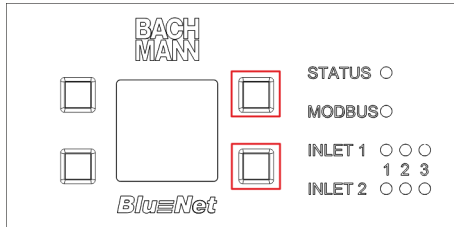

Fig. 83: Pantalla con botones de mando
1. Mantenga pulsados los dos botones situados a la derecha de la pantalla (Fig. 83/marcados en rojo).
4. Suelte los dos botones situados a la derecha junto a la pantalla (Fig. 83/marcados en rojo).